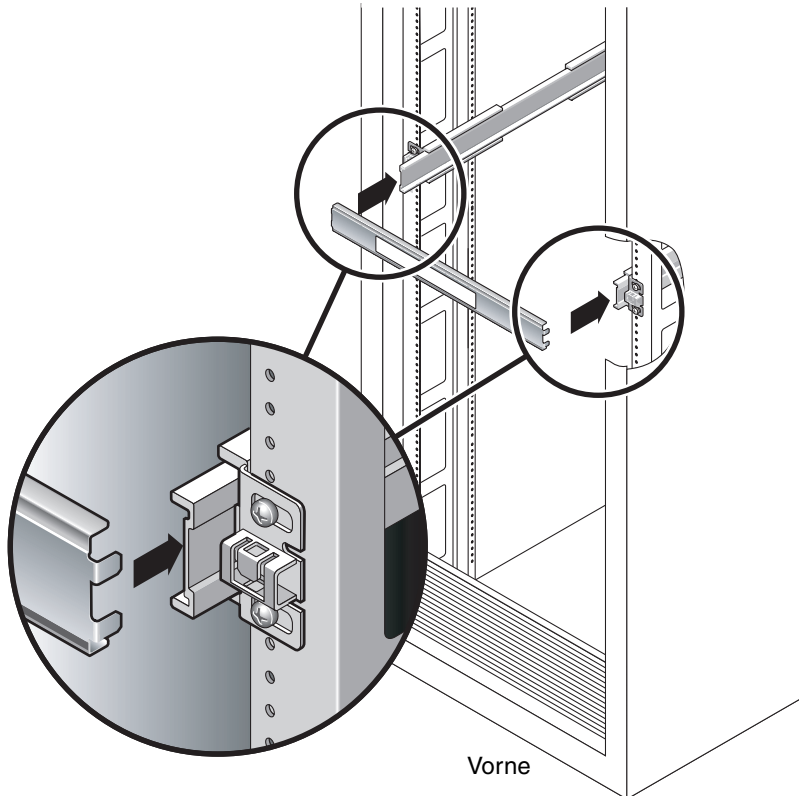

ABBILDUNG 2-7 Regulieren des Schienenabstands mit der Abstandslehre
a. Setzen Sie auf der Rack-Rückseite die linke Seite der Lehre in die Schlitz am Ende des Mittelteils der linken Schiene (ABBILDUNG 2-7).